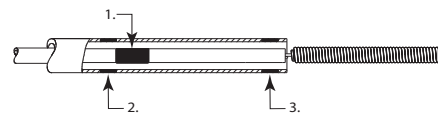

Figure 2
- Continuer à avancer la spirale détachable Axiom™ Prime jusqu'à ce que le marqueur d'alignement de la spirale du dispositif d'insertion d'implant soit immédiatement en distalité du marqueur proximal du microcathéter (consulter la Figure 2).